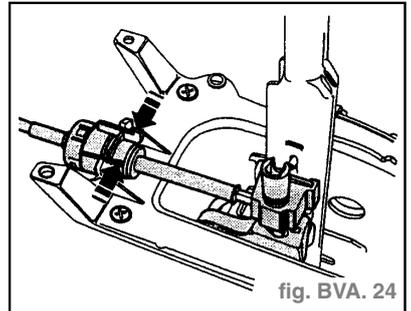

fig. BVA. 24
- Déclipser le contre-palier du câble Bowden du levier sélecteur et déposer le câble Bowden du levier sélecteur. (fig. BVA. 24)